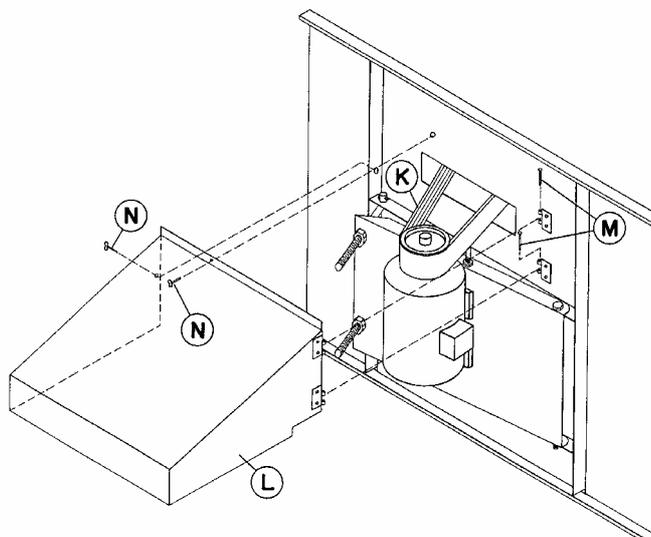

Figure 24 - Installation du capot de protection moteur et de la Courroie Multiple
7. Installer la courroie Multiple **K** (Figure 24) autour de la poulie ventilateur et poulie moteur. Serrer la courroie Multiple en ajustant les écrous sur boulons « J ». Ne pas serrer complètement les courroies. Le centre de la courroie Multiple doit avoir une flexion approximative de 19 mm avec une pression modérée de la main.
10. Pour installer le capot de protection du moteur **L** mettre les gonds et les charnières **M** (Voir Figure 24.)